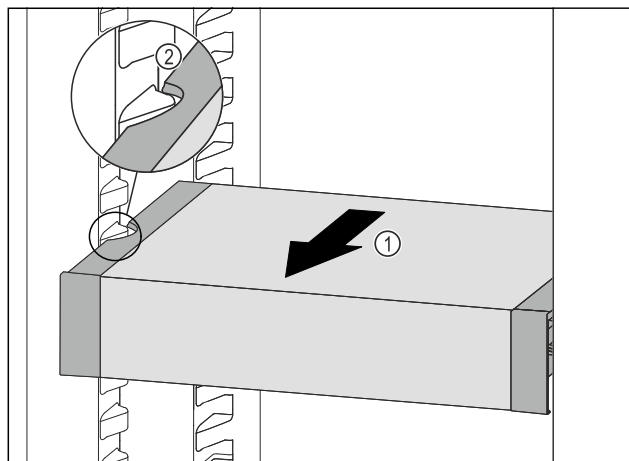

Fig. 185
- ▶ 向前拉动 VarioSafe Fig. 185 (1)，直至 VarioSafe 的侧部凹槽与冷藏区中的容器肋梁持平。Fig. 185 (2)